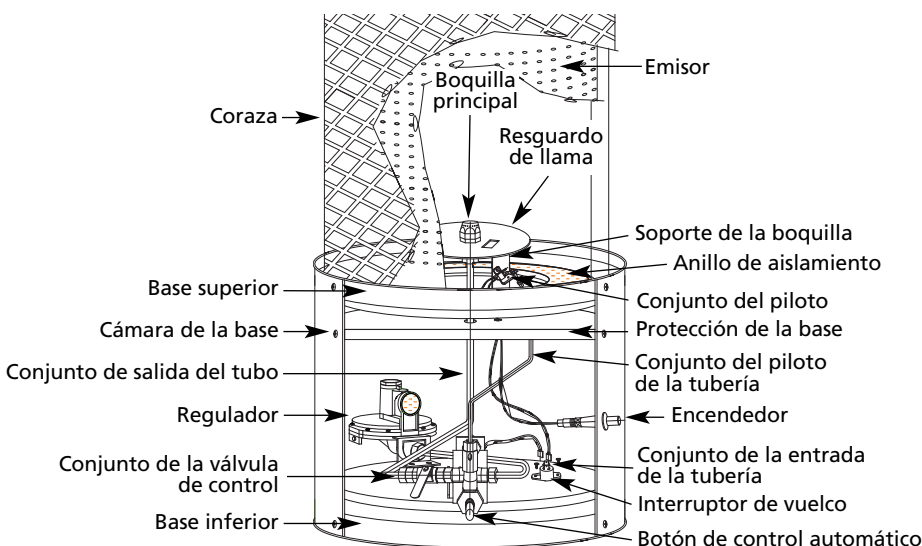

Figura 4 – Identificación de las Partes del Modelo RA250NGDGD
4. Oprima y sostenga el botón de control automático (vea la Figura 4). Oprima el botón del encendedor (vea la Figura 4). Quizás deba volver a oprimir el botón del encendedor varias veces antes de que el piloto se encienda.